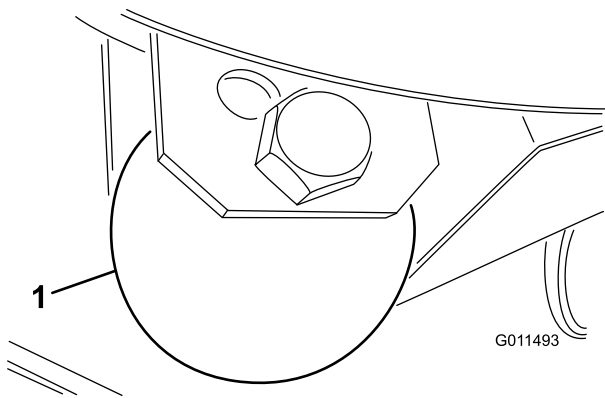

Figura 29
- Retire o parafuso e porca que fixam a roda guia aos suportes da unidade de corte (Figura 29).